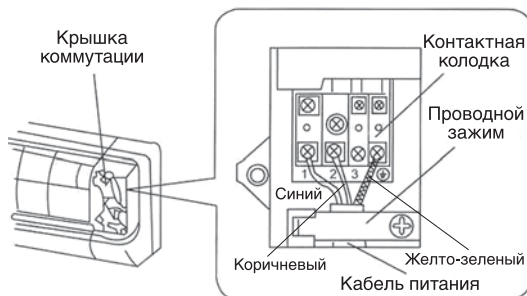

Рис. 3
4. Подключите синий провод кабеля питания к клемме "N(1)", коричневый - к клемме "2" и желто-зеленый (провод заземления) - к клемме (⊕), как показано на рис. 3.